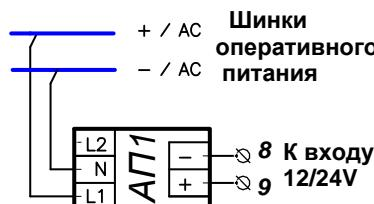

Рис. 7 Схема питания блока БУАВР от изолированного источника оперативного питания
Рис.7 Пример схемы АВР на максимальный ток 250 - 1000 ампер, с использованием автоматических выключателей серии Тмах, типоразмеры T4-T6 (ABB) с моторно-пружинным приводом МОЕ, управлением от БУАВР.ЭА.220,М, сетевым вводом и резервированием от ДЭС, электрической блокировкой автоматических выключателей, возможностью управления АВР в автоматическом и ручном режиме
- 6.8. При питании блока БУАВР от источника оперативного питания 110/220В переменного (выпрямленного) или постоянного тока, не допускающего соединения с нейтралью, рекомендуется использование адаптера питания АП1, который необходимо подключить к входу 12/24В блока БУАВР, рис.7.